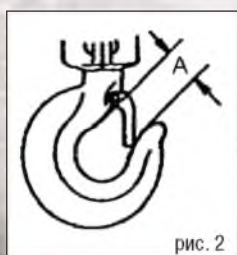
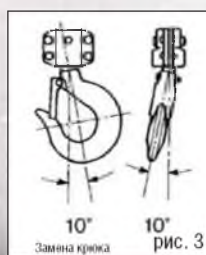

рис. 2
рис. 3
Крюк необходимо заменить, если «А» на рис. 2 шире, чем предел А в таблице. Никогда не подвергайте крюк воздействию тепла и не прикрепляйте ничего к крюку во время сварки.
- Если вертикальный угол у шейки нижнего или верхнего крюка 10°, замените крюк. См. рис. 3.
- Повесьте груз по центру нижнего крюка (Рис. 2). Неправильная фиксация груза может привести к травмам персонала, а также повреждениям тали и груза. Никогда не фиксируйте груз на крюк перед предохранительной щеколдой (А, Рис. 3), никогда не фиксируйте груз на конце крюка (В, Рис. 3), никогда не фиксируйте груз не по линии центра (С, Рис. 3), никогда не фиксируйте груз, когда крюк под наклоном (D, Рис. 3).